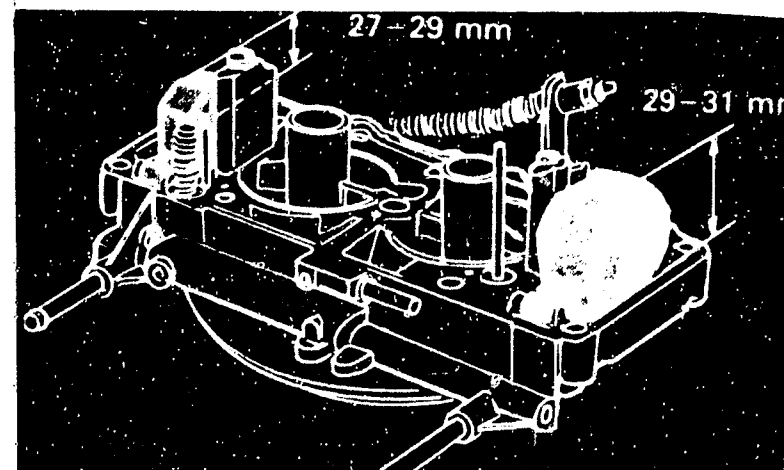

Bild 42 Vergaser Pierburg 2 B 5: Der Schwimmerstand beider Stufen lässt sich prüfen, aber nicht einstellen.
a) Der **Schwimmerstand** wird bei verkehrt gehaltenem Vergaserdeckel ermittelt, wobei der Stift im Schwimmer-nadelventil nicht eingedrückt sein darf (Bild 42). Bei falschem Schwimmerstand müssen der Stift und der Schwimmer ersetzt werden.